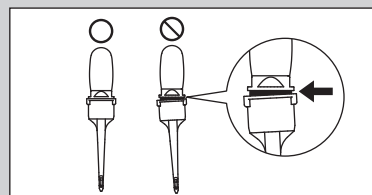

Fig. 9
- Inserire completamente il beccuccio in modo che sia saldo, facendo riferimento alla Fig. 9. Se viene inserito in modo non corretto, può fuoriuscire causando una possibile ingestione accidentale.